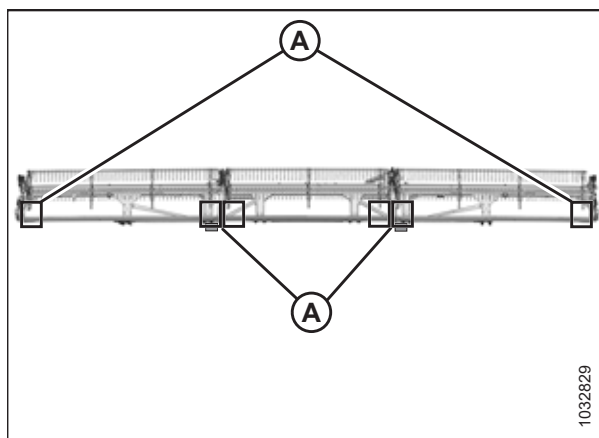

Figure 4.264: Emplacement de mesure FlexDraper^{MD} - Rabatteur triple
- Plateformes à rabatteur triple : Figure 4.264, page 748